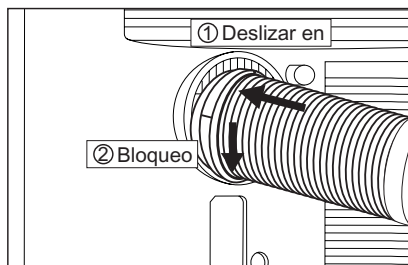

Fig. 4
3. Instale el adaptador A en la unidad (Fig. 4).